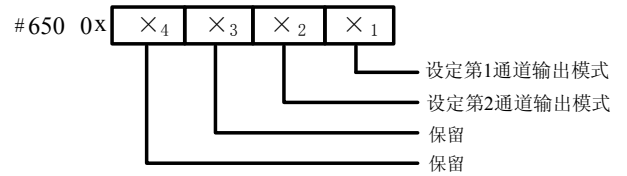

图 2-1 模式设定单元与通道对应关系
4. BFM#650：模式设定单元。用于设定第 1 通道到第 2 通道的输出模式。具体对应关系如图 2-1 所示。